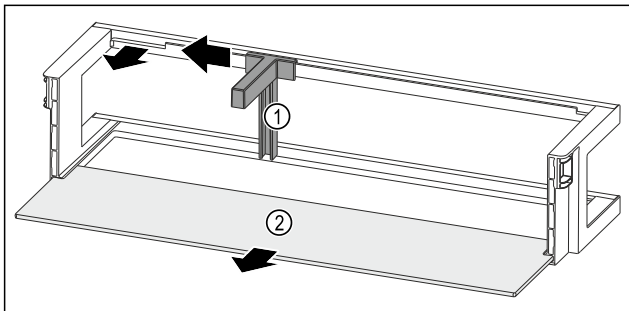

Fig. 90 Дверная полка с держателем для бутылок и съемной полкой
- ▶ Сместите держатель для бутылок Fig. 90 (1) до выемки в сторону.
- ▶ Извлеките держатель для бутылок Fig. 90 (1).
- ▶ Извлеките съемную полку Fig. 90 (2).